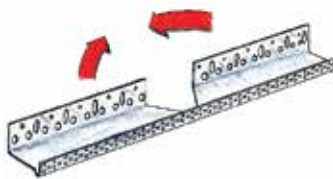

Fig. 3
- Profil de soclu de colț Baumit (Fig. 3);